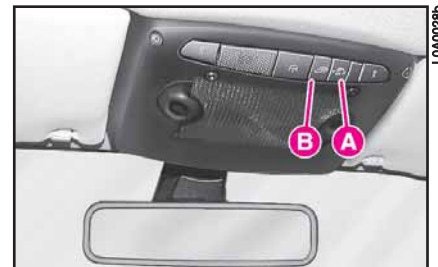

fig. 16
Pour désactiver la protection volumétrique appuyer sur le bouton **A** (fig. 16) sur le plafonnier avant: lorsque la fonction est désenclenchée, le témoin sur le bouton clignote pendant 3 secondes environ puis il s'éteint.
Pour désactiver la protection anti-soulèvement appuyer sur le bouton **B** (fig. 16) sur le plafonnier avant: lorsque la fonction est désenclenchée, le témoin sur le bouton clignote pendant 3 secondes environ puis il s'éteint.
– protection volumétrique, désactivable à l'aide du bouton **A** (**fig. 16**) sur le plafonnier avant: lorsque la fonction est désactivée, le témoin sur le bouton clignote pendant 3 secondes environ puis il s'éteint.
– protection antisouèvement, désactivable à l'aide du bouton **B** (**fig. 16**) sur le plafonnier avant: lorsque la fonction est désactivée, le témoin sur le bouton clignote pendant 3 secondes environ puis il s'éteint.